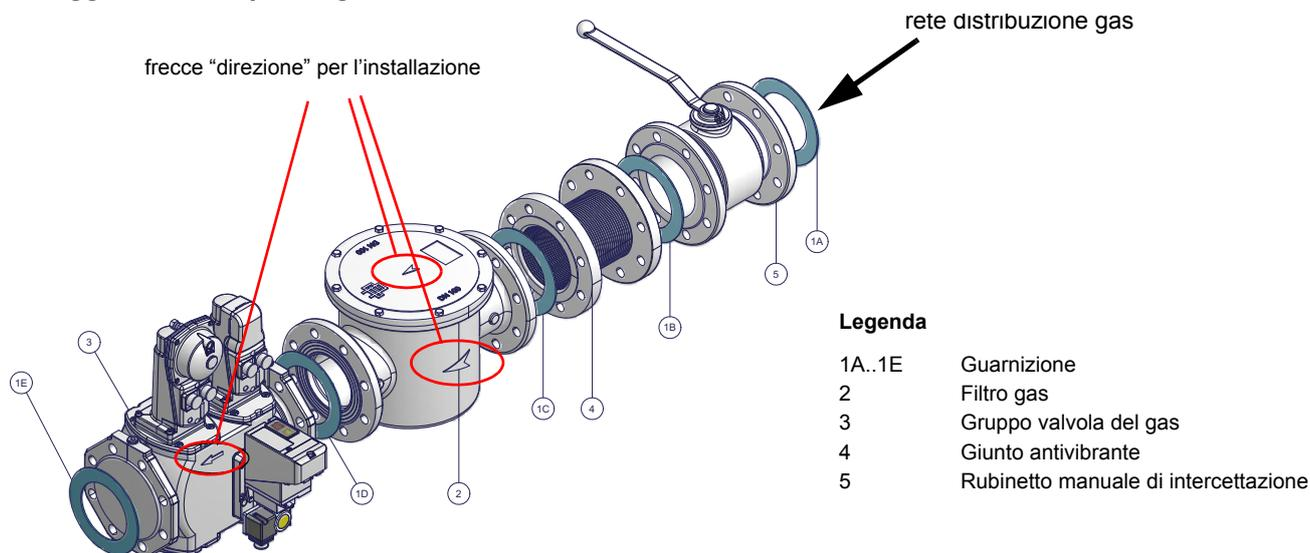

Fig. 5 - Esempio di rampa gas
- 1-b) nel caso di giunti flangiati: interporre tra un componente e l'altro, una guarnizione (n. 1A..1E - Fig. 5) compatibile con il gas utilizzato,
**ATTENZIONE:** una volta montata la rampa secondo lo schema riportato in Fig. 5, deve essere effettuata la prova di tenuta del circuito gas, secondo le modalità previste dalla normativa vigente.